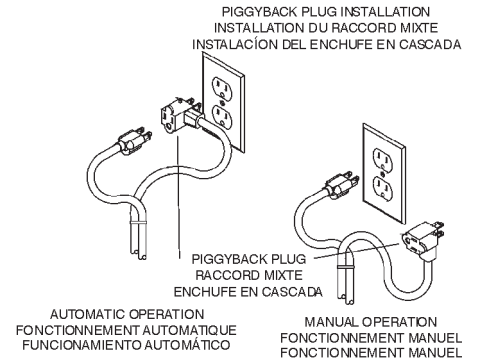

FIGURE 3
- Connect piggy-back plug to outlet (Figure 3).
- Connect pump plug to piggy-back plug (Figure 3).
- Insérer le raccord mixte dans la prise de courant (Fig. 3).
- Brancher la fiche de la pompe dans le raccord mixte (Fig. 3).